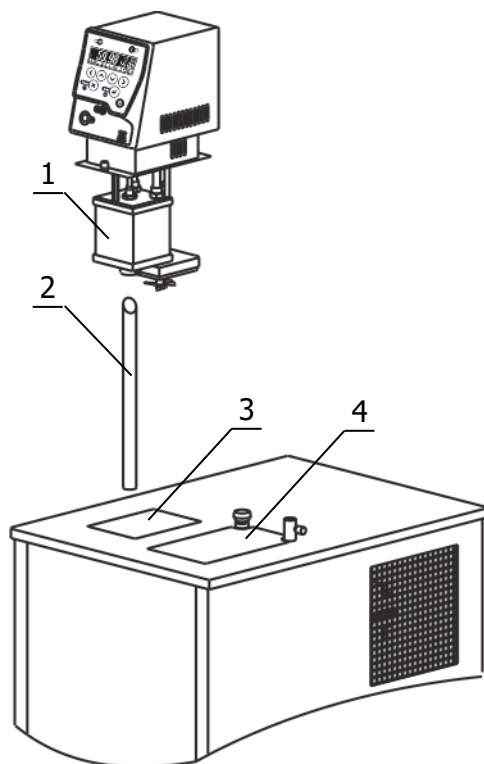

Рисунок 2 — Установка блока регулирования
2.2.6 Заполнить ванну термостата теплоносителем через отверстие над рабочей ванной 4 (рисунок 2). Температурный диапазон применения теплоносителя должен соответствовать значениям, указанным в 1.2.6.
Причина отсутствия перелива — неправильная работа насоса, вызванная воздушной пробкой, образовавшейся в резервуаре 1 (рисунок 2). Для ее устранения необходимо: